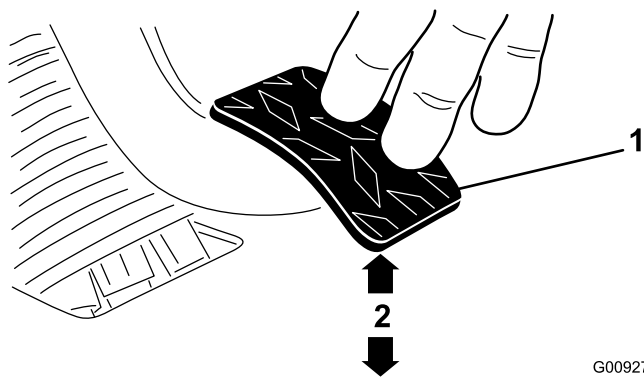

Figura 64
3. Ajuste las contratuercas o la articulación esférica hasta que el borde trasero del pedal del embrague esté a 9.2 mm – 9.8 cm ($3\frac{5}{8}$ " – $3\frac{7}{8}$ ") del borde superior del dibujo a rombos de la chapa de suelo al aplicar una fuerza de 1.8 kg (4 libras) al pedal (Figura 64).